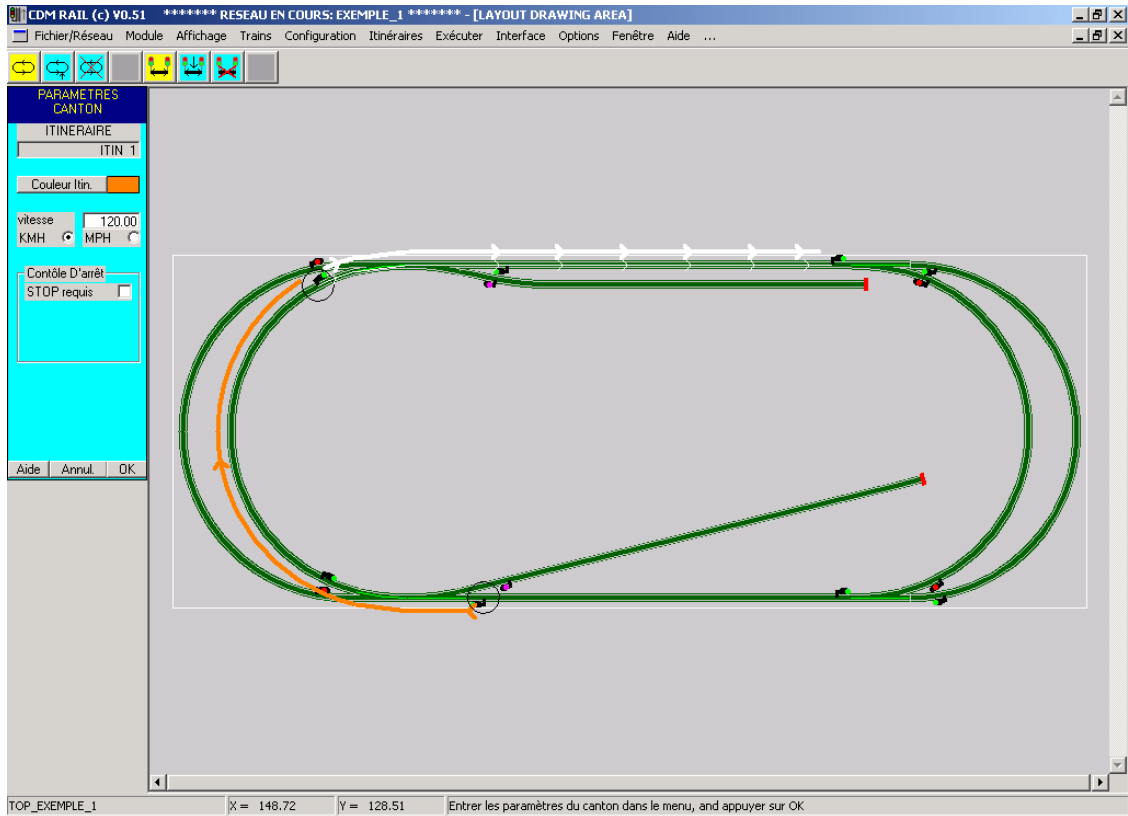

Figure 7-6 Sélection du deuxième canton.
- Figure 7-6: validation du deuxième canton,